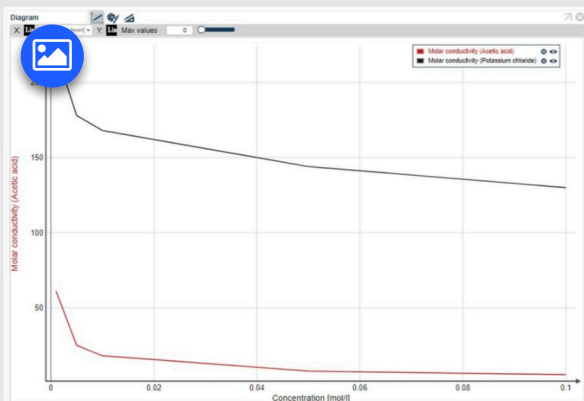

Рис. 8: Примерный результат для молярной проводимости хлорида калия и кислоты.
- На рис. 8 представлен пример результата измерения молярной проводимости хлорида калия и уксусной кислоты.